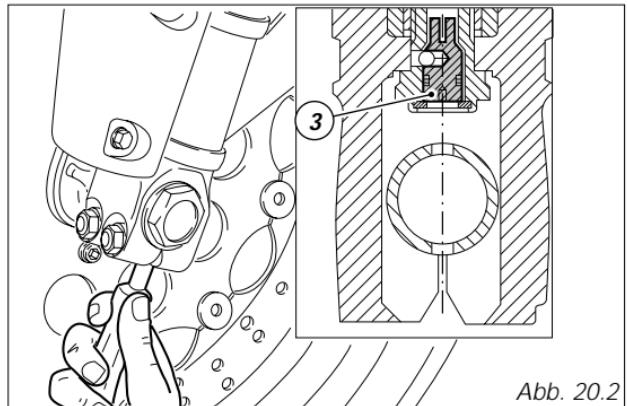

Abb. 20.2
- 3) (Abb. 20.2) zur Änderung der hydraulischen Dämpfung
Um die Einstellschraube (3, Abb. 20.2) zu betätigen,